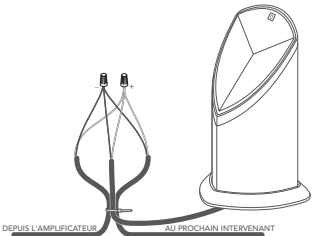

Figure 8
8. Coupez les deux fils pour l'enceinte gauche ou droite (voir les tableaux ci-dessous) et dénudez 3/4 po d'isolation sur les extrémités exposées des fils d'enfouissement, puis dénudez 3/4 po d'isolation des extrémités de la queue de cochon de l'enceinte correspondante (voir Figure 8).
9. Créez une boucle d'environ 250mm (10 po) et utilisez un collier de serrage pour maintenir la boucle et la queue de cochon de l'enceinte en place afin de soulager la tension, voir Figure 8.